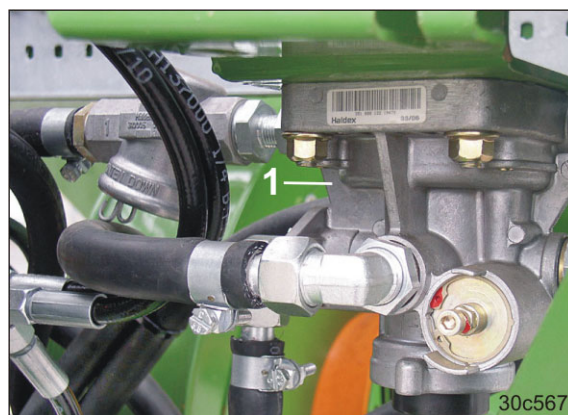

Fig. 127
- en anhængerbremseventil (Fig. 127/1).